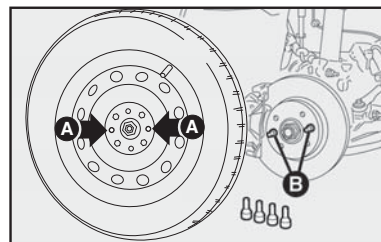

fig. 14
8) Montar a roda sobressalente, encaixando os furos A-fig. 14 com os respectivos pinos B.